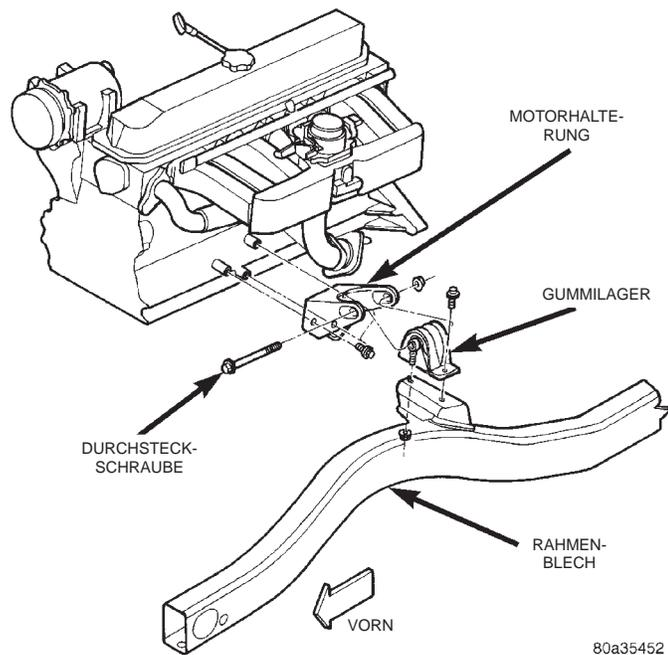
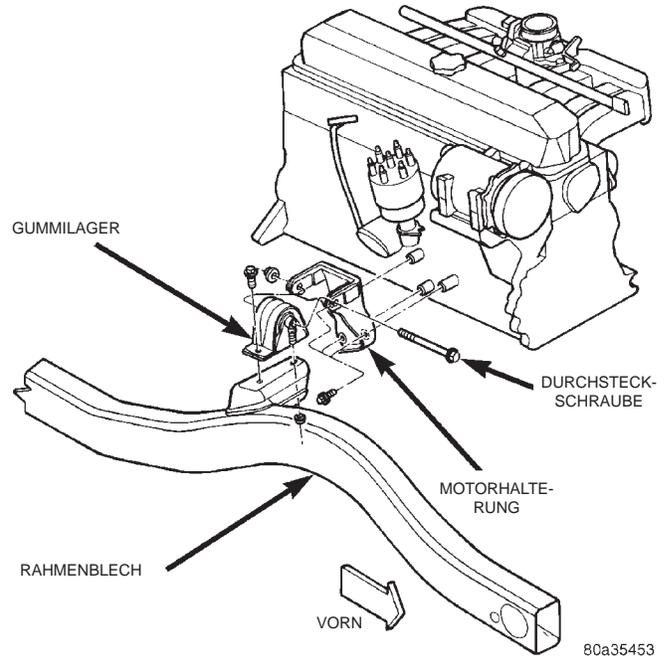

Abb. 23 Motoranbefestigung vorne links—4.0L-Motor
Abb. 24 Motoranbefestigung vorne rechts—4.0L-Motor
- (1) Batterie-Minuskabel (-) abklemmen.
- (2) Fahrzeug anheben.
- (3) Motor abstützen.
- (4) Mutter von der Durchsteckschraube herausdrehen (Abb. 23) (Abb. 24). Durchsteckschraube NICHT herausdrehen.
(1) Falls zuvor abgebaut, Halterung am Motorblock anbringen und die Befestigungsschrauben montieren (Abb. 23) (Abb. 24). Befestigungsschrauben mit einem Anzugsmoment von 62 N·m (46 ft. lbs.) festziehen.
(2) Gummilager auf der Halterung anbringen. Befestigungsschrauben und Muttern montieren. Schrauben und Muttern mit einem Anzugsmoment von 52 N·m (38 ft. lbs) festziehen.
(3) Durchsteckschraube und Mutter einsetzen. Mit einem Anzugsmoment von 69 N·m (51 ft. lbs.) festziehen.
(4) Motorabstützung entfernen.